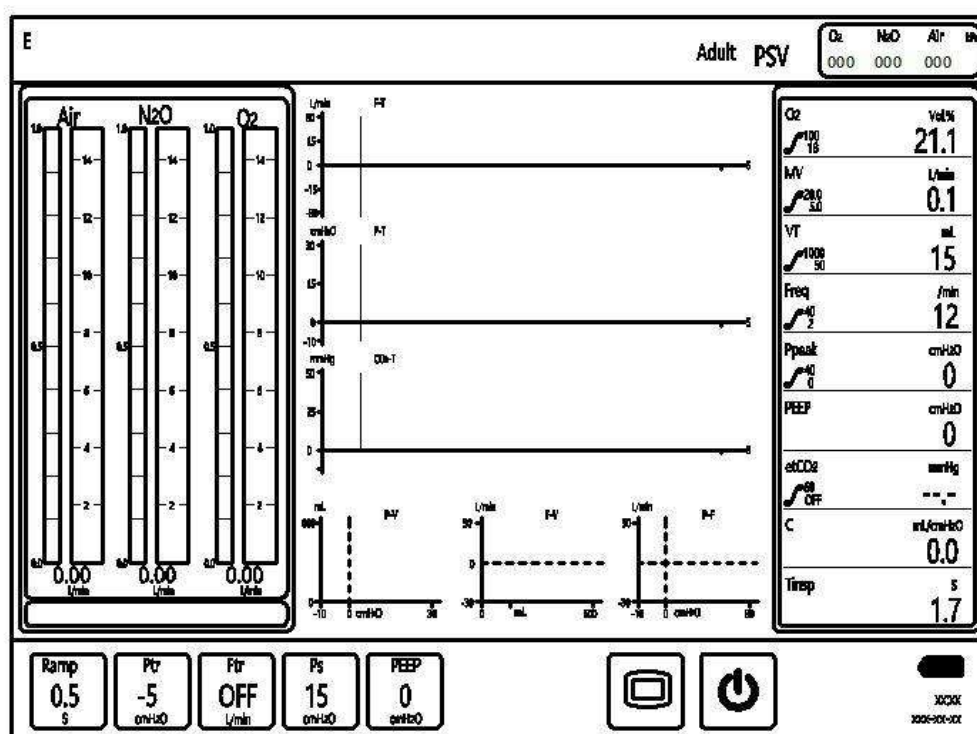

Fig. 29 Superficie del modo PSV
- Toque el botón Confirmar para ingresar a la superficie del modo PSV o gire la perilla (elemento 4 en la fig. 5) hasta el botón Confirmar y presione la perilla (elemento 4 en la fig. 5) para ingresar a la superficie del modo PSV, consulte la fig. 29.